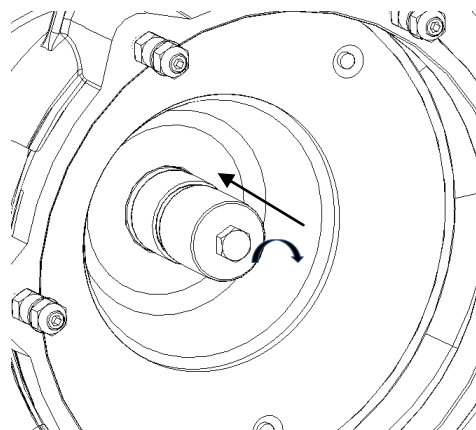

Abbildung 23: Funktionslänge mit Montagehülse einstellen
- Jetzt wird die Schraubhülse auf das Wellenende aufgesetzt und mit einer M10x25 Sechskantschraube die Hülse bis zum Ansatz festgeschraubt. (Hiermit wird die Funktionslänge der Gleitringdichtung eingestellt. Dies ist für eine einwandfreie Funktion der Gleitringdichtung unerlässlich (Abbildung 23)).